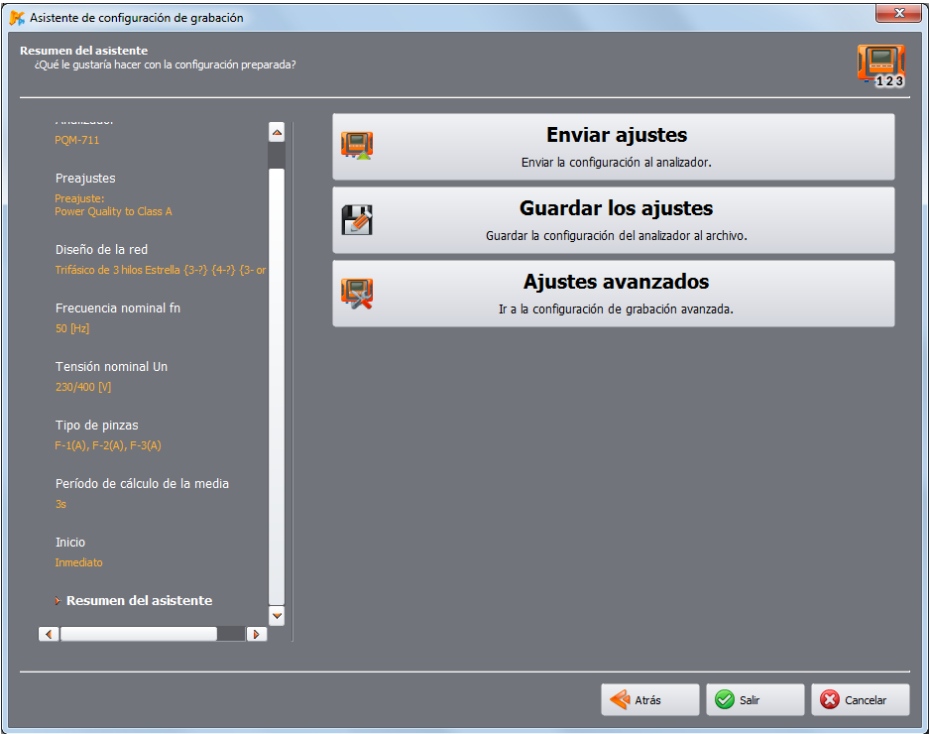

Fig. 15. Asistente de configuración del analizador - resumen.
- **RESUMEN DEL ASISTENTE** –el último paso del asistente (Fig. 15) que permite enviar la configuración creada al analizador (opción **ENVIAR AJUSTES**). Si el analizador no está conectado, se inicia el procedimiento de selección y conexión con el analizador (sección 2.1), y luego se enviará la configuración. Nota: se eliminará todo el contenido de la memoria. El asistente utiliza por defecto la **CONFIGURACIÓN N° 1** del analizador; también reserva para él todo el espacio de memoria del analizador. La configuración creada con el asistente también se pueden guardar en el disco para su uso posterior como el archivo *.settings (opción **GUARDAR LOS AJUSTES**). Como alternativa, se pueden seleccionar **AJUSTES AVANZADOS** donde la configuración inicial se puede ver y modificar, y luego enviar al analizador (aparecerá la ventana **AJUSTES DE GRABACIÓN AVANZADOS**, sección 3.2).